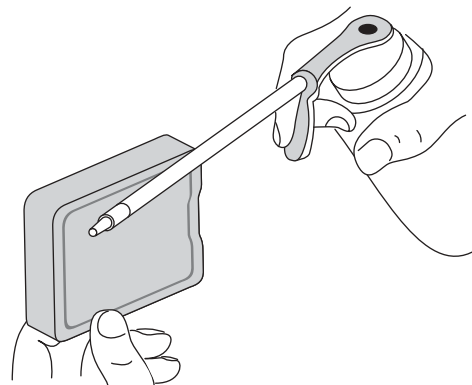

Fig. 24
4. Appliquez une quantité suffisante d'huile moteur propre SAE 30 pour enduire légèrement le filtre (Fig. 24).